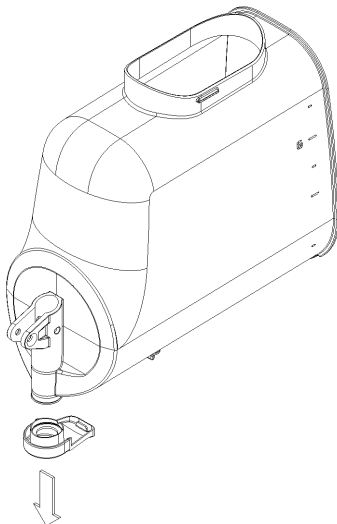

Bild 15
- 7 Den Durchflussbegrenzer des Behälters entfernen (Bild 15).
- 3** Den Zapfhahn gegenteilig zum Ausbau in (Bild 15) wieder am Behälter montieren.
5 Den Durchflussbegrenzer des Behälters entfernen (Bild 15).